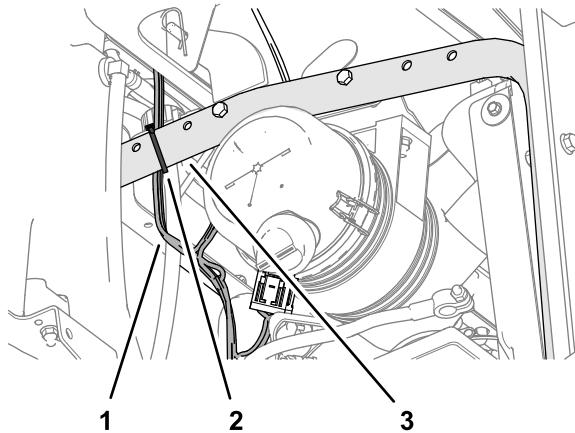

Figura 19
3. Sobre o motor, fixe a cablagem da alimentação ao tubo de apoio do radiador, conforme ilustrado na Figura 19.